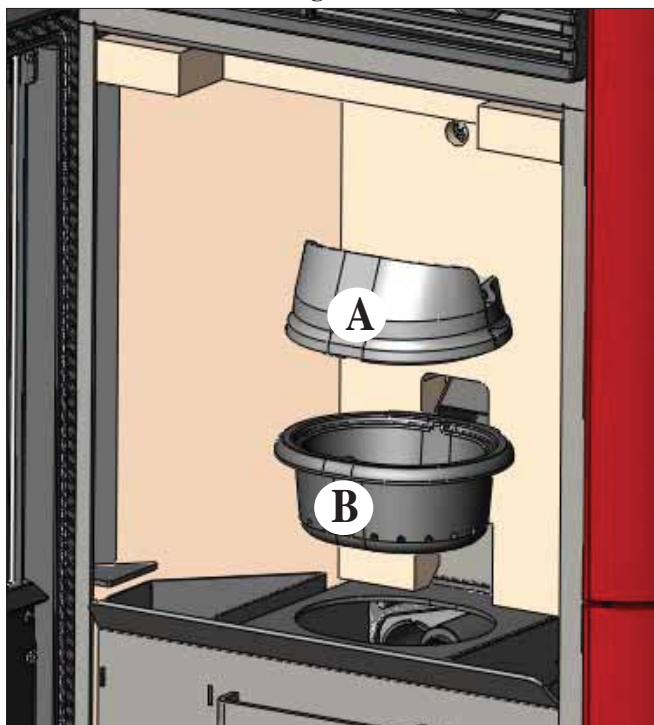

Abb. 1
Kommt es nach der normalen Reinigung zu einem **FEHLERHAFTEN** Zusammenbau des oberen Tiegels (A) (Abb. 1) mit dem unteren Tiegel (B) (Abb. 1) kann dies den korrekten Betrieb des Ofens beeinträchtigen.